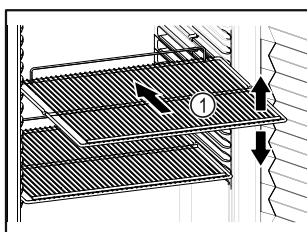

Fig. 20 Vejledende illustration
- Tilpas højden, når bæreristene Fig. 20 (1) kan flyttes.